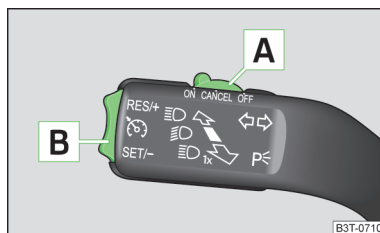

Fig. 135
- Poner el conmutador **A** » fig. 135 a la posición **ON**.
- Poner el conmutador **A** » fig. 135 a la posición **OFF**.
- Presionar el balancín **B** a la posición **SET/-** » fig. 135 de la página 168.
- Presionar el balancín **B** a la posición **RES/+** » fig. 135 de la página 168.
La velocidad memorizada se puede **reducir** presionando el balancín **[B]** en la posición **SET/-** » fig. 135 de la página 168.
El sistema regulador de la velocidad también se **desconecta temporalmente**, pulsando el interruptor **[A]** » fig. 135 de la página 168 en la posición de suspensión elástica **CANCEL** o bien el pedal de freno o de embrague.